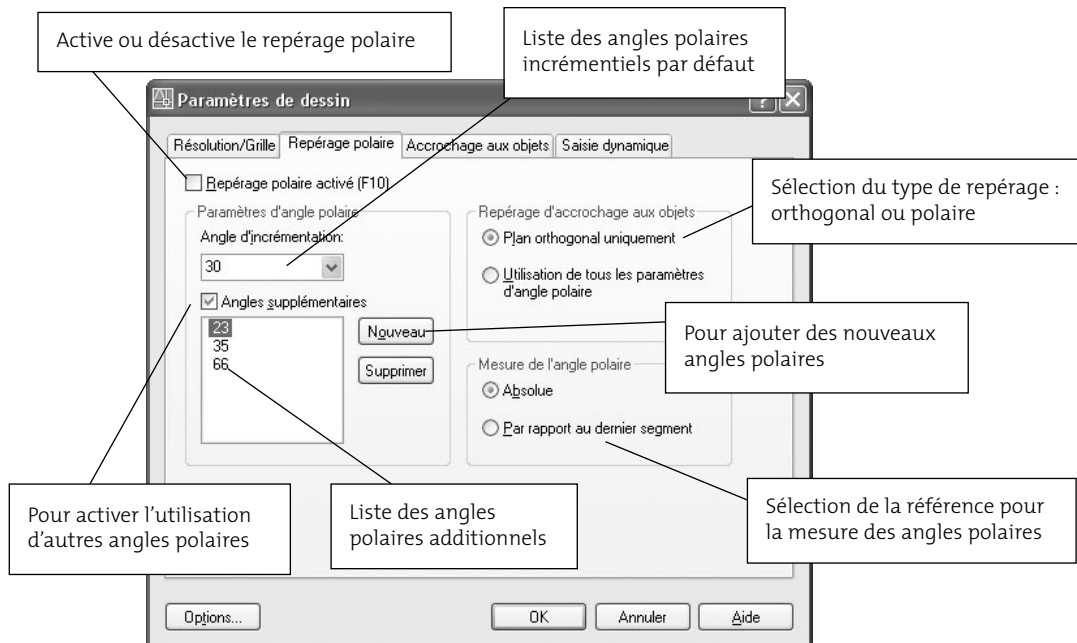

Fig.3.4
- 2 Sur l'onglet **Repérage polaire** (Polar Tracking) de la boîte de dialogue **Paramètres de dessin** (Drafting Settings), sélectionner l'option **Repérage polaire activé** (Polar Tracking On) pour activer le repérage polaire (fig.3.4).